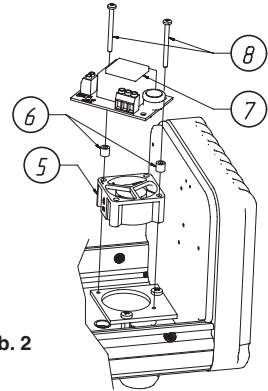

Abb. 2
- Nun kann der Ventilator (5) mit den Distanzstücken (6) und dem Schaltkreis, der dem Kit beiliegt, mit Hilfe der Befestigungsschrauben (8) als Packen fixiert werden (Abb. 2).